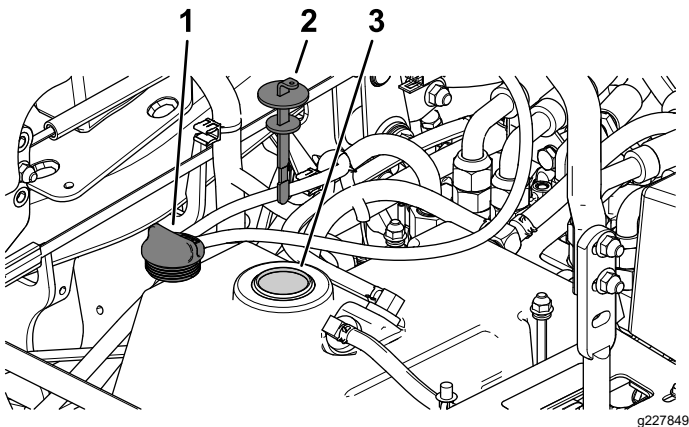

Figura 70
5. Retire el tapón del depósito hidráulico (Figura 70).
6. Retire la varilla y límpiela con un paño limpio (Figura 70).